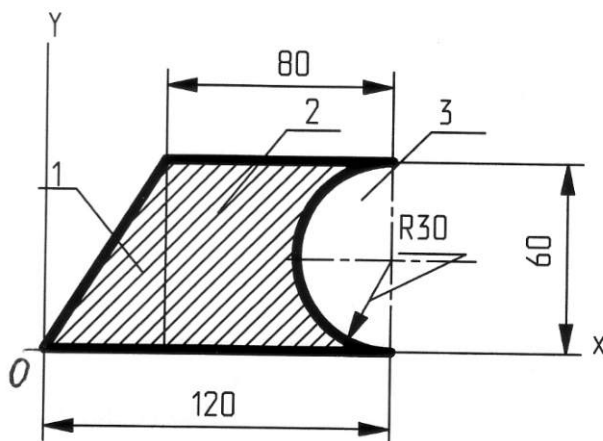

Рис. 7
**Пример 4.** Определить координаты центра тяжести сечения, представленного на рис. 7.